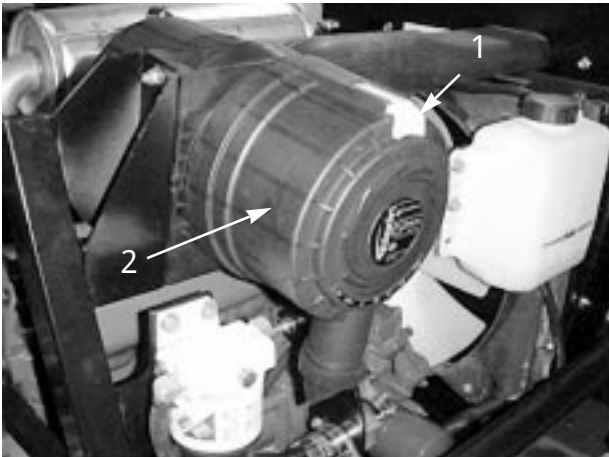

図 28
400 運転時間ごと、又はエアクリーナ・インジケータ（図 28）が赤に変わったら直ちに、フィルタの手入れを行ってください。フィルタの手入れを余り頻繁に行うのはよくありません。
1. ラッチを外し、カバーを左にひねってボディーからはずし、カバー内部を清掃する（図 28）。
8. インジケータ（図28）が赤になっている場合はリセットする。